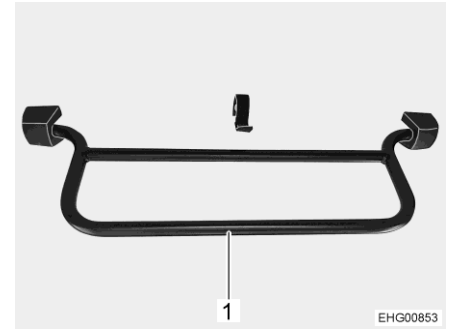

Fig. 28 Estribo, techo abatible en la parte trasera (C 530)
- Presionar el estribo (Fig. 28,1) hacia arriba. El techo abatible girará hacia arriba en forma autónoma.